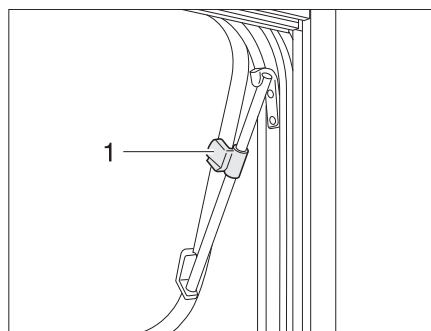

Fig. 39 Finestra apribile con deflettori a rotazione, aperta
- Aprire la finestra apribile fino alla posizione desiderata e fissarla mediante il pomello zigrinato (Fig. 39,1).
- Ruotare il pomello zigrinato (Fig. 39,1) fino a che l'arresto viene sbloccato.